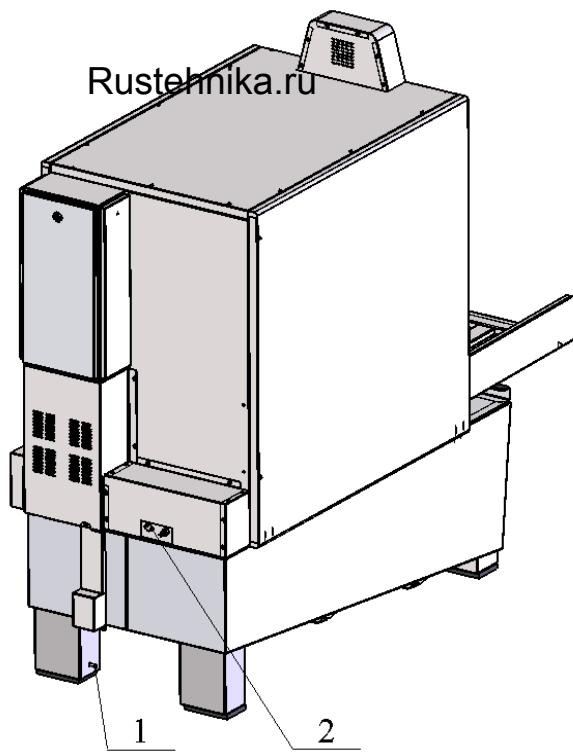

Рис. 3. 1 – болт (втулка) заземления, 2 – переходник для подключения воздуховода.
4.3. Подключить стенд к системе заземления, болт (втулка) заземления расположен на правой задней опоре ванны рис.3.
4.6. Подключить стенд к имеющейся пневмосистеме через переходник (рис.3), расположенныйный на задней стенке изделия.